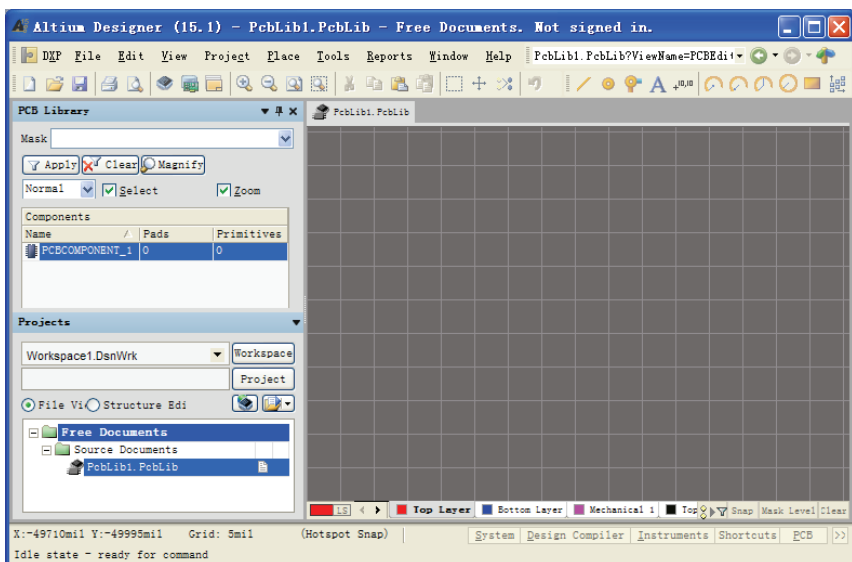
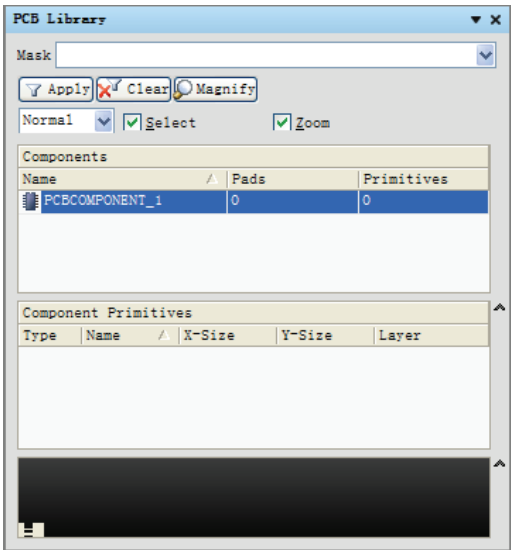

图 10-37 PCB 库文件编辑器
图 10-47 PCB 库面板
执行菜单命令【File】→【New】→【Library】→【PCB Library】，新建默认文件名为“PcbLib1.PcbLib”封装库文件，同时进入 PCB 库文件编辑器环境，如图 10-37 所示。
下面以制作一个二极管封装为例，学习利用 PCB 元件向导制作新封装的方法，在图 10-37 的环境下：
(1) 执行菜单命令【File】→【New】→【Library】→【PCB Library】，新建默认文件名为“PcbLib1.PcbLib”封装库文件，同时进入 PCB 库文件编辑器环境，如图 10-37 所示。
(2) 单击图 10-37 右下角的  按钮，单击其中的  按钮，打开 PCB 库面板，发现在文件中有一个默认的封装“PCBCOMPONENT_1”，如图 10-47 所示。